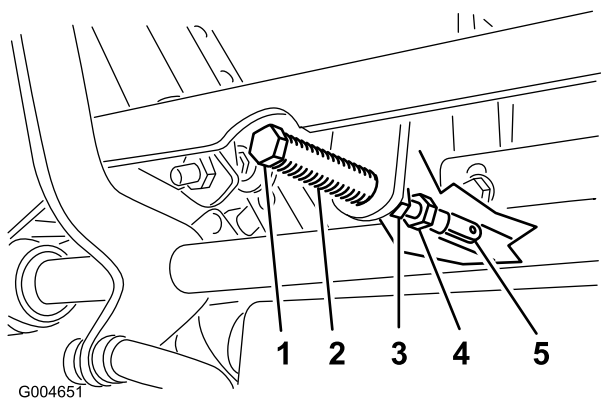

Figura 62
5. Tirate indietro la leva finché il cavallotto con testa (sul braccio sottostante l'albero di articolazione) non tocca l'estremità della scanalatura (inizia a premere sulla molla) (Figura 62).
- Se occorre regolare, allentate il dado e il controdado contro la forcella (Figura 62).
- Premete leggermente indietro la leva di comando del movimento e girate la testa del bullone di regolazione nella direzione opportuna finché la leva di comando non si trova al centro, in posizione di bloccaggio in folle (Figura 62).
- Serrate il dado e il controdado (Figura 62).
9. Serrate i controdadi dei giunti a sfera (Figura 62).